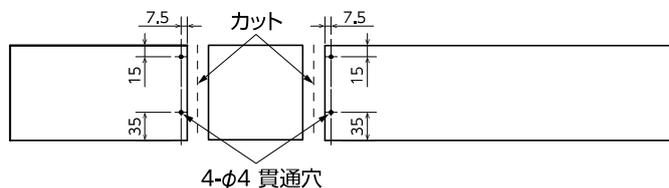

図3
- 図3に従い、「引出し背板」にネジ固定用の下穴を加工します。